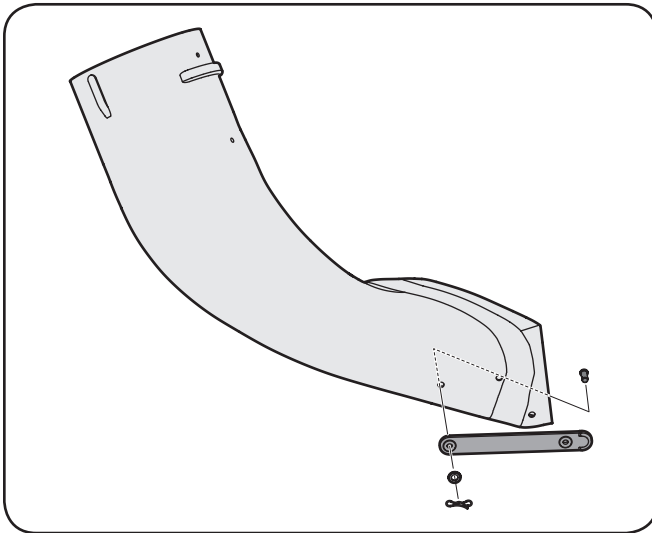

Figure 4-19
9. Installez la courroie de la goulotte de descente en caoutchouc sur le coude de la goulotte de descente à l'aide de l'axe à épaulement, de la rondelle et la goupille fendue de style papillon. Consultez la Figure 4-19.